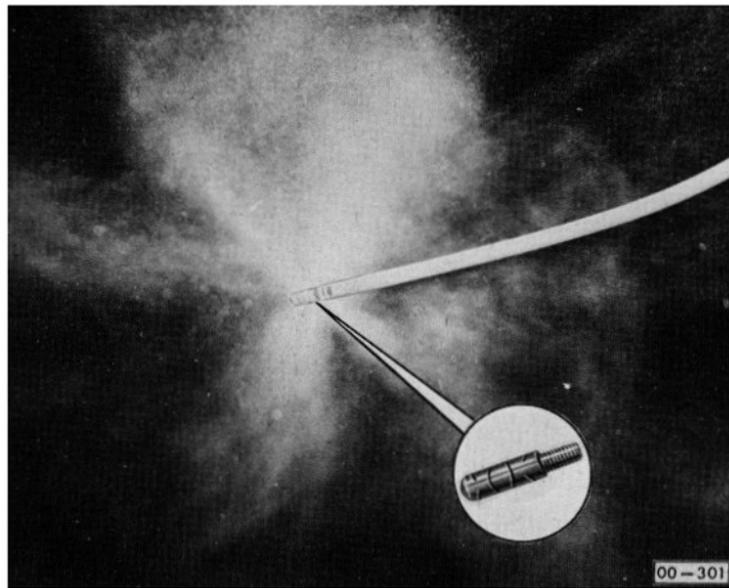

Bild 2: VW-Ringspaldüse (räumliches Sprühbild)
Eine Besonderheit stellt die VW-Ringspaldüse (Bild 2) dar. Sie gestattet durch die konstruktive Gestaltung ihrer Material-Austrittsöffnungen eine gleichmäßige räumliche Vernebelung. Die „toten“ Winkel und Ecken der Hohlräume werden dadurch einwandfrei beschichtet.
- Vor dem Konservieren ist das Sprühbild zu kontrollieren und durch Regulierung des Luftdruckes zu korrigieren (Bild 2).